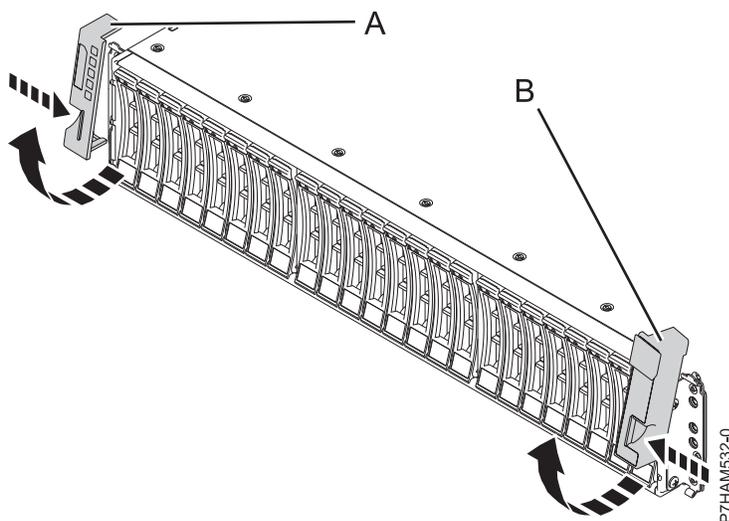

Figura 1. Extracción de las cubiertas laterales
3. En la parte frontal del bastidor, quite la cubierta lateral izquierda, **(A)**, y la cubierta lateral derecha, **(B)**, para ver las piezas de sujeción de montaje. Presione la pestaña de liberación y gire la cubierta hacia arriba hasta que salga del reborde del chasis, tal como se muestra en la Figura 1.